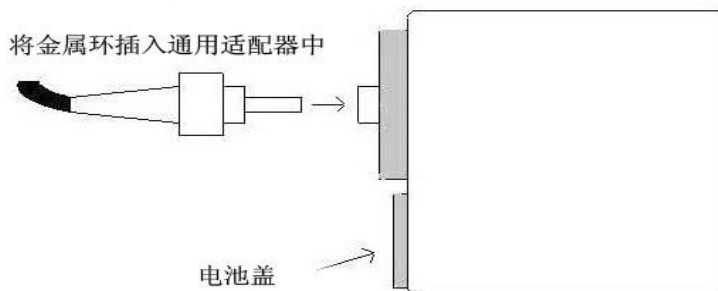

图 1
- 1、 首先把抛光的连接器装入适配器，如果您已经购买了我们的通用适配器，很简单将金属环(2.5mm)塞进孔里直到你感觉碰到底，(如图 1)它可能需要一点压力来获得它而开始为我们的通用适配器安装一个无滑动抓紧装置，重要的是塞入连接器金属环一直塞到底，以防从一个连接器到下一个发生变化时需要重新聚焦，如果您已经购买了其中一种专用的适配器，插入连接器就如同您将插入一个插头板或伴侣连接器。